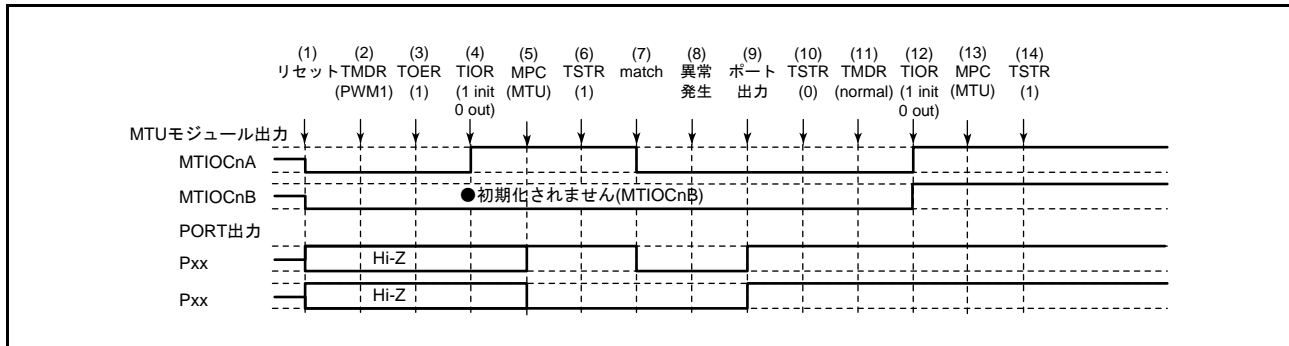

図 20.149 PWM モード 1 で異常が発生し、ノーマルモードで復帰する場合
PWM モード 1 で異常が発生し、再設定後ノーマルモードで再スタートする場合の説明図を図 20.149 に示します。
(1) ~ (10) は図 20.149 と共通です。
(11) PWM モード 1 で再スタートする場合には必要ありません。
(12) TIOR レジスタで端子を初期化してください (PWM モード 1 では MTIOCnB (MTIOCnD) 端子に波形が出力されません。出力すべきレベルがある場合は、I/O ポートのポート方向レジスタ (PDR)、ポート出力データレジスタ (PODR) で汎用出力ポートの設定をしてください)。
(13) MPC と I/O ポートのポートモードレジスタ (PMR) で MTU 出力としてください。
(14) TSTR レジスタで再スタートします。
(11) PWM モード 2 を設定します。
(12) TIOR レジスタで端子を初期化してください (PWM モード 2 では周期レジスタの端子に波形が出力されません。出力すべきレベルがある場合は、I/O ポートのポート方向レジスタ (PDR)、ポート出力データレジスタ (PODR) で汎用出力ポートの設定をしてください)。
(14) TSTRA レジスタで再スタートします。
(11) 位相計数モードを設定します。
(12) TIOR レジスタで端子を初期化してください。
- (11) 波形生成部の初期化のためノーマルモードを設定してください。
- (12) TIOR レジスタで PWM モード 1 の波形生成部を初期化してください。
- (13) TIOR レジスタで PWM モード 1 の波形生成部の動作を禁止してください
- (14) TOERA レジスタで MTU3、MTU4 の出力を禁止してください。
- (15) TOCR1A、TOCR2A レジスタで相補 PWM の出力レベルと周期出力の許可 / 禁止を選択してください。
- (16) 相補 PWM を設定します。
- (17) TOERA レジスタで MTU3、MTU4 の出力を許可してください。
- (18) MPC と I/O ポートのポートモードレジスタ (PMR) で MTU 出力としてください。
- (19) TSTRA レジスタで再スタートします。